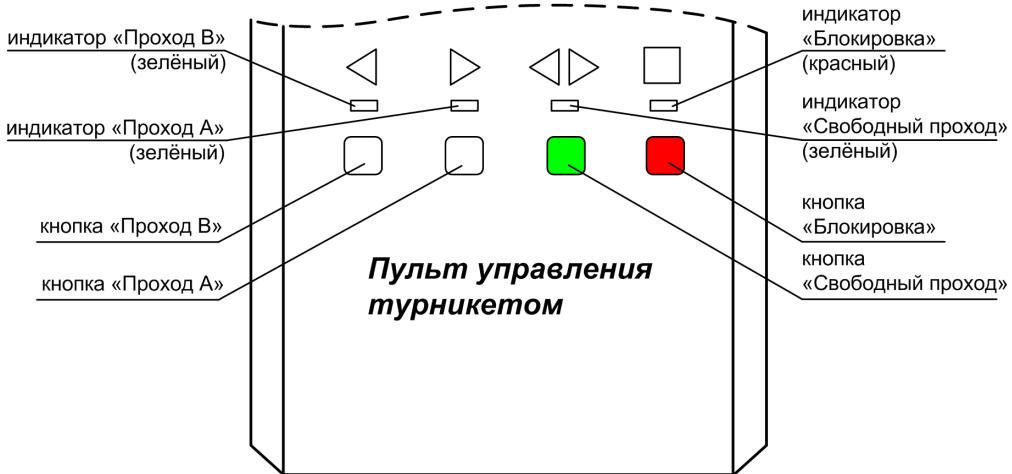

Рис.2 Пульт управления турникетом
Пульт управления турникетом (рис.2) предназначен для ручного дистанционного управления турникетом. Имеет четыре кнопки для включения (отключения) следующих режимов турникета (в порядке возрастания приоритета):
- в режиме «Ожидания» нажмите на пульте кнопку «▶» («Проход А») (рис.2). Засвятится зелёным соответствующий индикатор состояния турникета – разрешен однократный проход, проверните планки. После проворота соответствующий индикатор состояния турникета засвятится красным – турникет снова в режиме «Ожидания»;